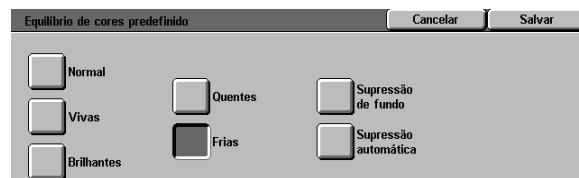

Figura 19: tela Equilíbrio de cores predefinido
- 1 Toque no ícone **Equilíbrio de cores predefinido**, na guia Qualidade de imagem, para exibir a tela Equilíbrio de cores predefinido, ilustrada na Figura 19.